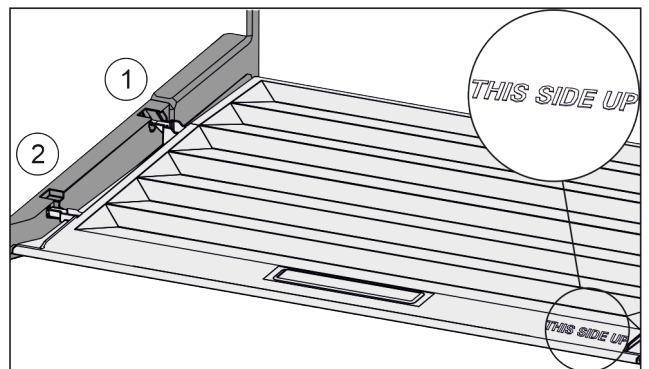

Fig. 107
- ▶ Deckelstege über Öffnung der hinteren Halterung Fig. 107 (1) einführen und vorne in Halterung Fig. 107 (2) einrasten.